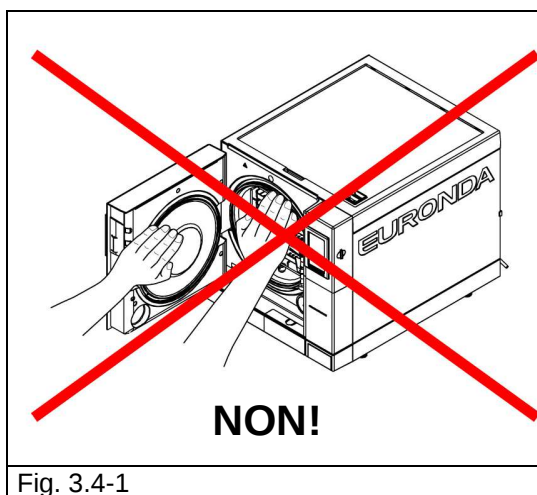

Fig. 3.4-1
Le manuel est structuré en chapitres, paragraphes et sous-paragraphes ; les figures sont numérotées avec l'indication du paragraphe de référence, plus l'ajout d'un numéro progressif. Ex. : Fig. 3.4-1 (figure n°1 se référant au par. 3.4).
1. Lorsque le stérilisateur a terminé le cycle de stérilisation et lorsque l'on ouvre la porte pour extraire les instruments stérilisés, la partie interne de la chaudière et la partie interne de la porte sont encore très chaudes. Ne pas les toucher directement pour éviter les brûlures (Fig. 3.4-1). Utiliser l'extracteur prévu à cet effet (voir par. 3.3 « Dispositifs de sécurité »).